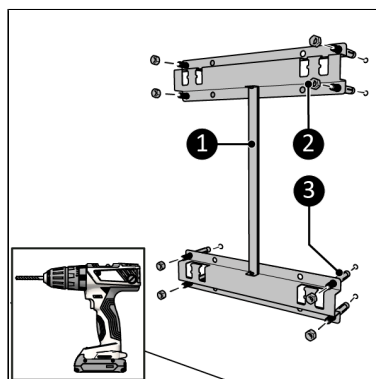

Figure 74.
3. Placez les boulons d'ancrage (Figure 74, pos 3).
4. Fixez fermement le support mural (Figure 74, pos. 1) au mur avec les huit écrous (Figure 74, pos. 2).